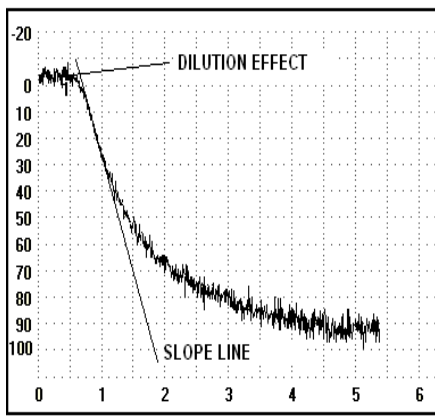

FIGURE 1
Select two points on the line. Measure the Y (vertical) axis and the X (horizontal) axis (see Figure 1). Calculate the Slope by dividing the Y axis by the X axis. Multiplying the sum by 10 then round off to the closest whole number.
- Trace una línea a lo largo de la porción lineal más inclinada de cada curva de aglutinación (véase fig. 1). Aquí es donde se encuentra la velocidad de reacción más alta y se produce inmediatamente después del inicio de la aglutinación. Además, hay una fase de retardo (tiempo de retraso) desde la adición de la dilución de plasma al inicio de la aglutinación. La fase de retardo aumenta a medida que la pendiente y el grado de aglutinación disminuyen y es útil para diferenciar la aglutinación real de los cambios producidos por artefactos en la densidad óptica.